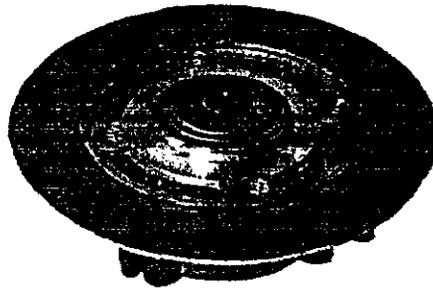

Figura 5.4 Montaje de anillos.
3. Monte el anillo flotador sobre el anillo espaciador como se muestra en la figura 5.4